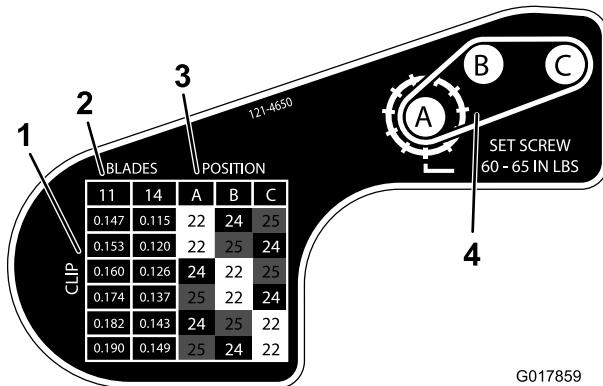

Figura 15
6. Utilizando a tabela mostrada no autocolante em Figura 15, determine a definição de apara que deseja e que polias tem de mover.
9. Instale cada polia na nova configuração, como se indica no autocolante (Figura 15). Certifique-se de que os parafusos de afinação em cada polia estão posicionados de forma a alinhar com a chave e área plana no veio.